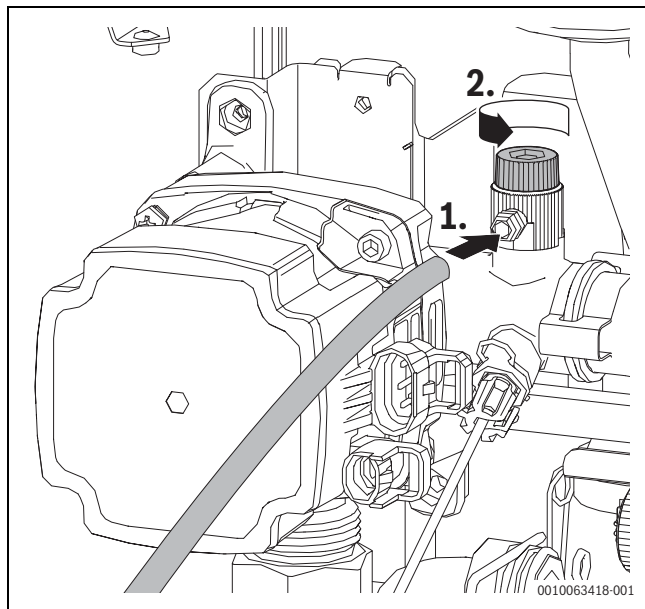

Bild 61 Manuelle Entlüftung der Hybridpumpe
- ▶ Anlage manuell über den Entlüfter an der Wärmezelle und der Hybridpumpe entlüften (→ Bild 61 "Manuelle Entlüftung der Hybridpumpe").